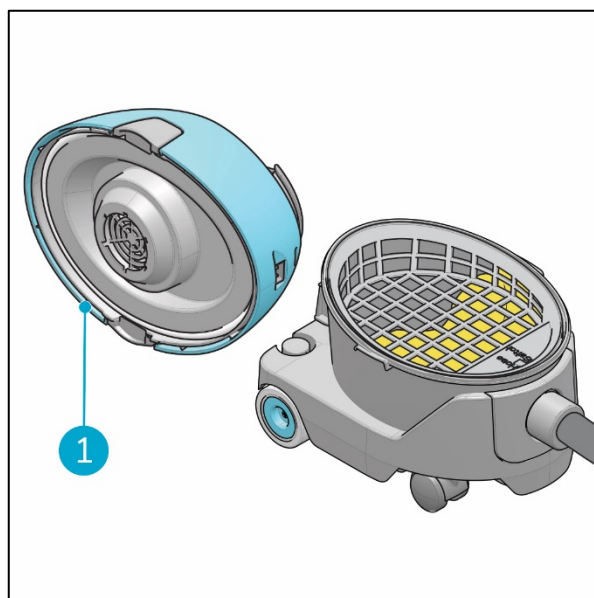

Figura 9
5. Posizionare la parte superiore su un lato su una superficie piana (Figura 9, pos 1).